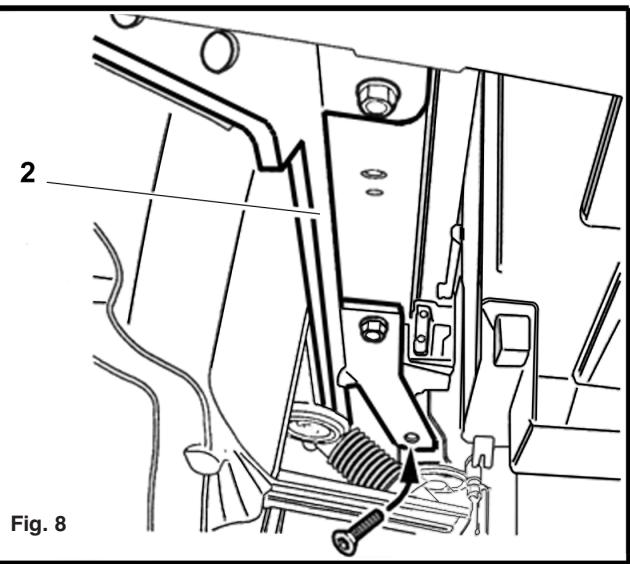
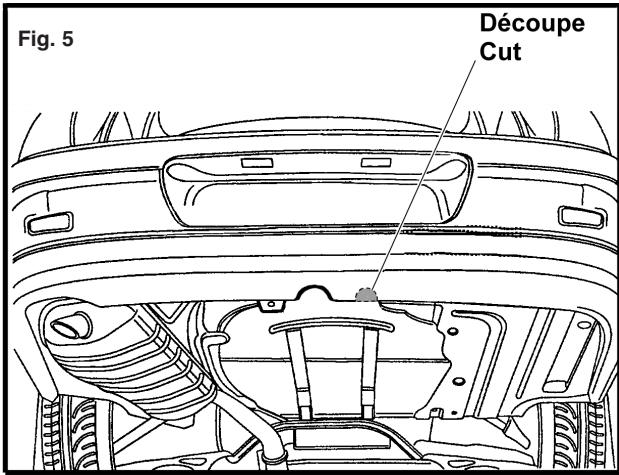

Fig. 8
Fig. 6
3. Engage the cage nuts M12 in the back panel at point (J) and (K). See fig. 6 and 7. Join the (1) central cross member to the back panel without blocking using two bolts HM12x30, plate washer and spring washers. Join the connection arms to the chassis using bolts HM12x90, M12x100, M12x110 and F HC M12x100, nuts, plate washers and spring washers as shown in fig. 8 and 9. Assemble the towbar crossmember with the connection arms using bolts HM12x40, nuts, plates washers and spring washers.
3. Bei den Punkten J und K der Rückverkleidung die M12-Käfigmutter befestigen (siehe Abb. 6 und 7). Den zentralen Querträger mit Hilfe von zwei HM12x30-Schrauben einschließlich Unterlegscheibe und Federringen an der Rückverkleidung befestigen (noch nicht ganz anziehen). Die Halterungen gemäß Abb. 8 und 9 mit Hilfe von HM12x90-Schrauben, M12x100-Schrauben, M12x110-Schrauben und F HC M12x100-Schrauben einschließlich Muttern, Unterlegscheiben und Federringen am Fahrgestell befestigen. Den Querträger der Anhängervorrichtung mit Hilfe von M12x40-Schrauben, Muttern, Unterlegscheiben und Federringen an den Halterungen befestigen.
3. Umocować nakrętki kolpakowe M12 na tylnym panelu w punktach J i K. Patrz rysunek 6 i 7. Umocować centralną poprzecznicę (1) na tylnym panelu przy pomocy dwóch śrub HM12x30, pierścienia uszczelniającego i pierścienia sprząstego (jeszcze nie dokręcać). Przymocować ramiona łącznikowe do podwozia przy pomocy śrub HM12x90, HM12x100, HM12x110 i F HC M12x100, nakrętek, pierścieni zamykających i sprząstych, tak jak na rysunkach 8 i 9. Połączyć poprzecznicę haka holowniczego z ramionami łącznikowymi przy pomocy śrub HM12x40, nakrętek, pierścieni uszczelniających i sprząstych.
3. Engager les écrous-cage M12 dans le panneau arrière du véhicule aux trous (J) et (K).Voir fig. 6 et 7. Assembler la traverse centrale (1) au panneau arrière à l'aide de deux vis HM12x30, des rondelles plates et des rondelles Grower. Assembler les bras de liaison au longeron du véhicule à l'aide des vis HM12x90, HM12x100, HM12x110 et F HC M12x100, des écrous, des rondelles plates et des rondelles Grower. Voir fig. 8 et 9. Assembler la traverse centrale de l'attelage aux bras de liaison à l'aide des vis HM12x40, des écrous, des rondelles plates et des rondelles Grower.